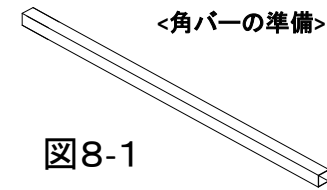

図8-1
- ・取付箇所のMバーのピッチ(図4・A参照)を元に、BBクリップSP上部金具を角バー両側へ取付けしたときに両端部の角バーがBBクリップSP上部金具から15mm程度以上出る長さで角バーを用意して下さい(図8-1)。